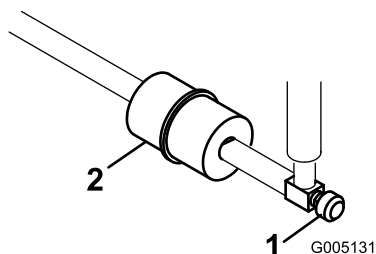

Figura 38
Nei tubi di alimentazione, tra il serbatoio del carburante ed il carburatore, è incorporato un filtro in linea (Figura 38). Sostituire il filtro ogni 800 ore o prima, qualora il flusso del carburante fosse ostacolato. Verificate che la freccia sul filtro sia diretta lontano dal serbatoio del carburante.
1. Chiudete la valvola di intercettazione del carburante, allentate la fascetta stringitubo dal lato carburatore e rimuovete il tubo di alimentazione dal filtro (Figura 38).
2. Collocate una bacinella di spurgo sotto il filtro, allentate la restate fascetta stringitubo e rimuovete il filtro (Figura 38).